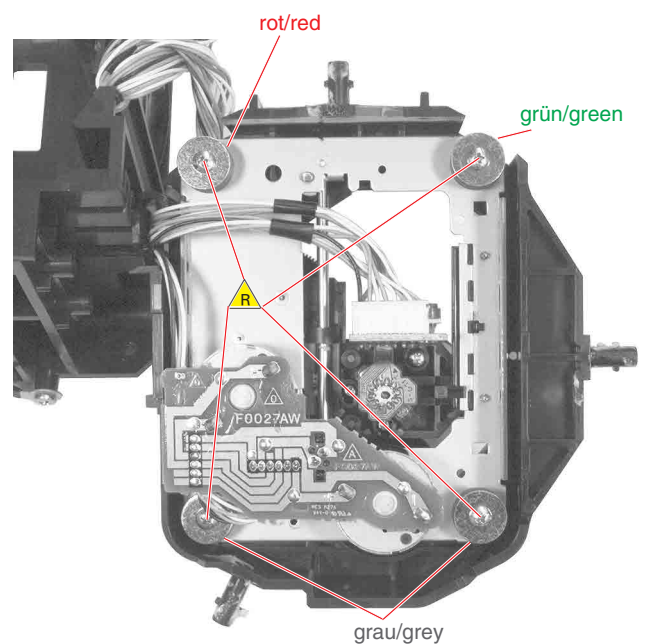

Fig. 13
- 4 Schrauben  $\triangle_R$  (Fig. 13) herausschrauben.
- Achtung! Beachten Sie die unterschiedlichen Farben der Dämpfer (Fig. 13).
- Undo 4 screws  $\triangle_R$  (Fig. 13).
- Attention! Observe the different colours of the dampers (Fig. 13).